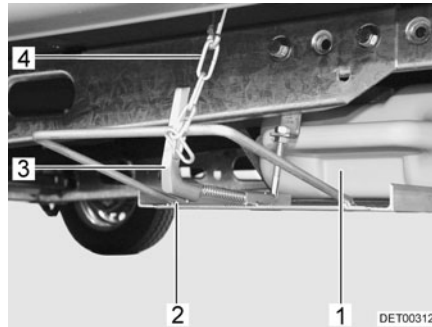

Fig. 144 Depósito de aguas residuales en el soporte debajo del vehículo
- Soltar la cadena de seguridad (Fig. 144,4).
- Pulsar hacia adentro el tirador giratorio (Fig. 144,3), y girar un cuarto de vuelta en sentido de las agujas del reloj.
- Girar hacia adelante y hacia abajo el depósito de aguas residuales con el soporte (Fig. 144,2).
- Sacar el depósito de aguas residuales (Fig. 144,1).